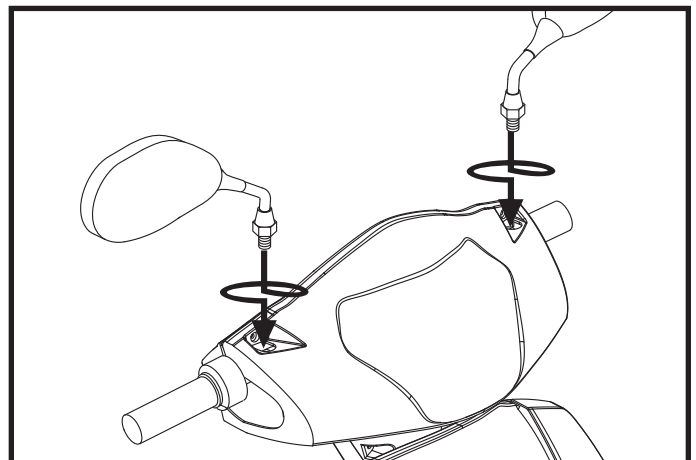

Figure 16. Installation/réglage de la position du miroir
1. Insérez la partie filetée du miroir et faites-le pivoter dans le sens des aiguilles d'une montre jusqu'à ce qu'il soit bien serré. **Voir la figure 16.**
2. Ajustez le miroir afin d'obtenir une bonne vision arrière. **Voir la figure 16.**